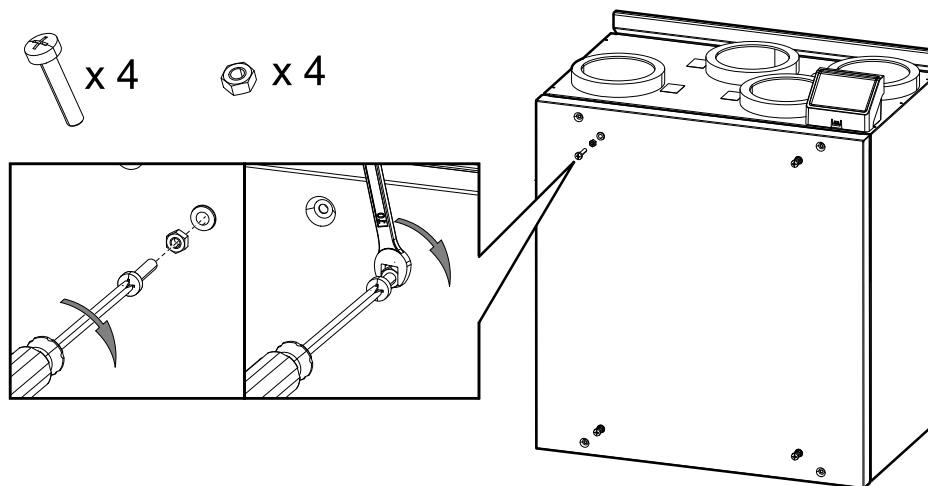

Bild 12 Die Installation der Schrauben
Die Dicke der Holzblöcke sollte 25-100 mm betragen. Wenn der benötigte Abstand kleiner als 25 mm ist, verwenden Sie Justierschrauben, anstelle von Holzblöcken (siehe Abbildung 12).
1. Vier M6-Schrauben in die Gewindeeinsätze am Gerät montieren und mit Sechskantmuttern sichern (Abbildung 12). Der Abstand der Schrauben kann nachträglich justiert werden.